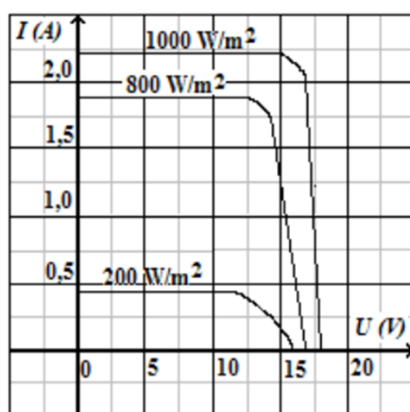

FIGURE 1 – Caractéristiques mesurées du module photovoltaïque
On relève expérimentalement les grandeurs de courant en court-circuit et les tensions à vide, sous différents niveaux d'éclairement (indiqué sous forme de puissance lumineuse surfacique) d'un module photovoltaïque. Ces résultats sont représentés à la Fig. 1.
**Question 2.1** Sur le graphique de la Fig. 1, placer pour une puissance rayonnante reçue de  $800 \text{ W}\cdot\text{m}^{-2}$  :